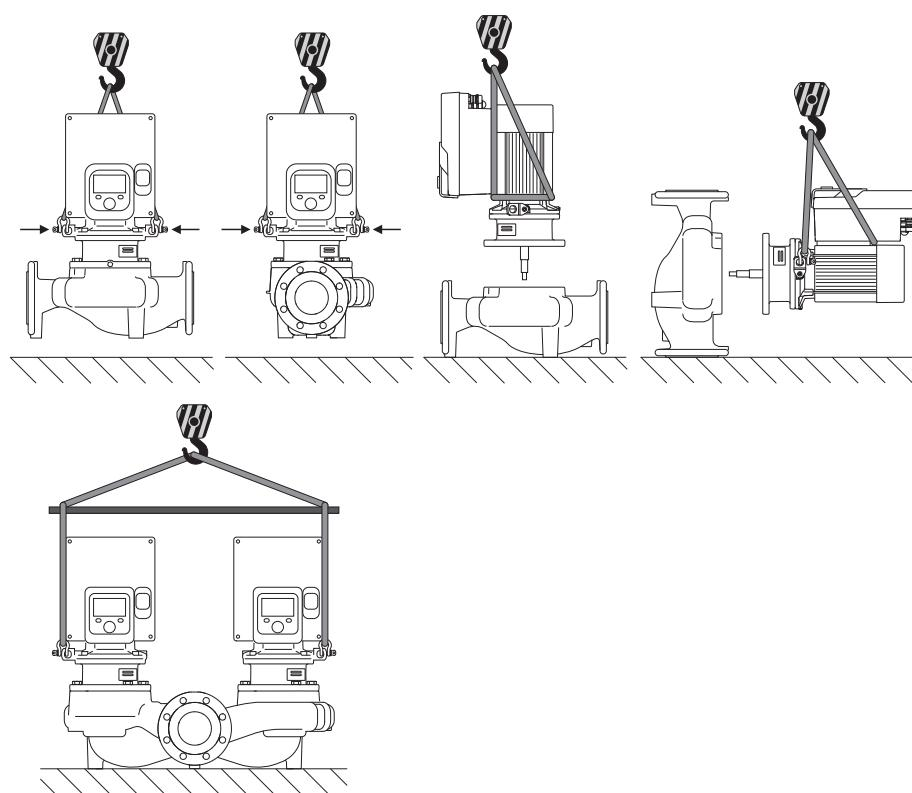

Fig. 6: Směr zdvihnutí
Čerpadlo se smí přepravovat jen pomocí schválených manipulačních prostředků (např. kladkostrojem, jeřábem apod.). Manipulační prostředky musí být připevněny k přepravním okům, která jsou k dispozici na přírubě motoru. V případě potřeby zasuňte zvedací smyčky pod desku adaptéra (Fig. 6).
- Smontovanou jednotku (Fig. 4) upevněte za účelem zajištění na přepravní oka pomocí vhodných zvedacích prostředků. Aby se jednotka neprevrátila, upevněte kolem motoru a adaptéru elektronického modulu smyčku pásu dle Fig. 6. Při připevňování se vyhněte poškození elektronického modulu.